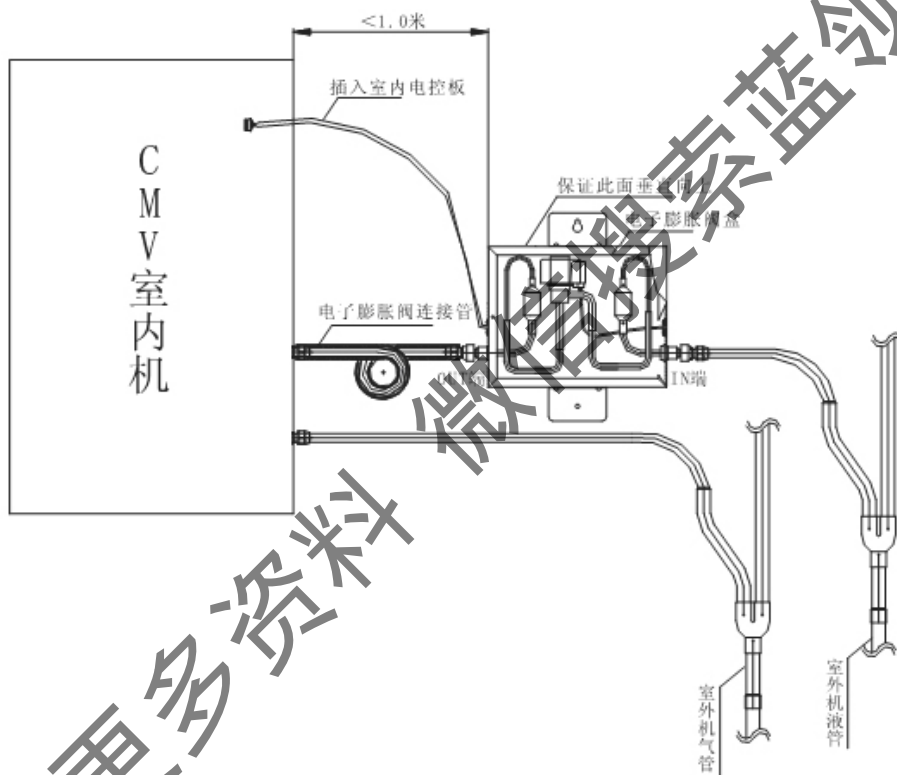

图9：电子膨胀阀安装示意图
- d. 配备的电子膨胀阀连接管(放于室内机包装箱内)安装时必须保证出厂时的模样,即留有两个以上的圆弯,起到缓冲压力、降低电子膨胀阀节流后噪音的效果。其安装示意图见图9;